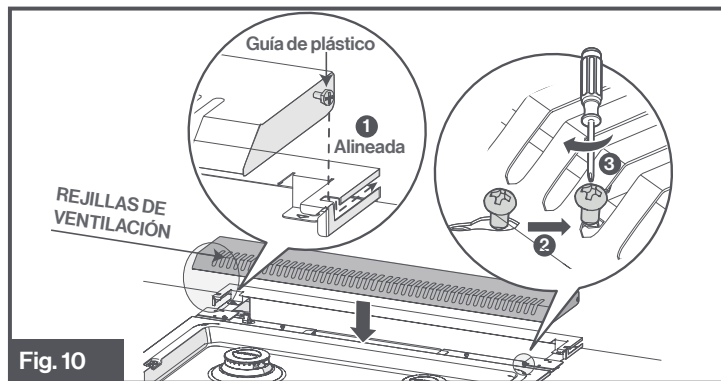

Fig. 10
- Alinee las 2 guías de plástico situadas a cada lado de la cubierta de la ventilación e insértelas en la ranura del panel decorativo trasero. (Fig. 10)
- Coloque el panel de ventilación en el panel decorativo trasero con las REJILLAS DE VENTILACIÓN orientadas hacia el frente. Deslice el panel de ventilación por la ranura hacia la pared hasta que esté directamente detrás de la placa de cocción. (Fig. 10)
- Las ranuras de montaje se deslizarán bajo las 4 cabezas de los tornillos cuando el panel de ventilación esté colocado de forma correcta. A continuación, ajuste los cuatro tornillos para fijar el panel de ventilación a la placa de cocción. (Fig. 10)